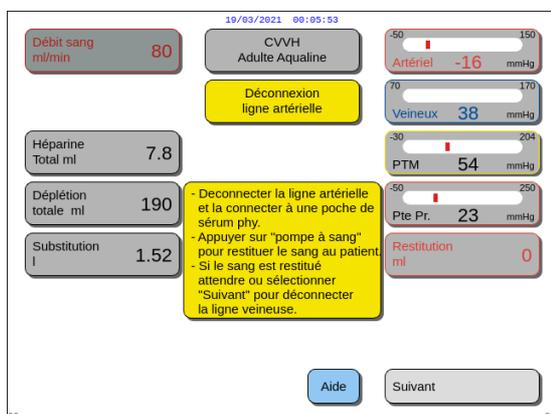

Fig. 179
6. Lorsque vous êtes satisfait de la *Restitution*, sélectionner et confirmer la fonction *Suivant* (Fig. 179).